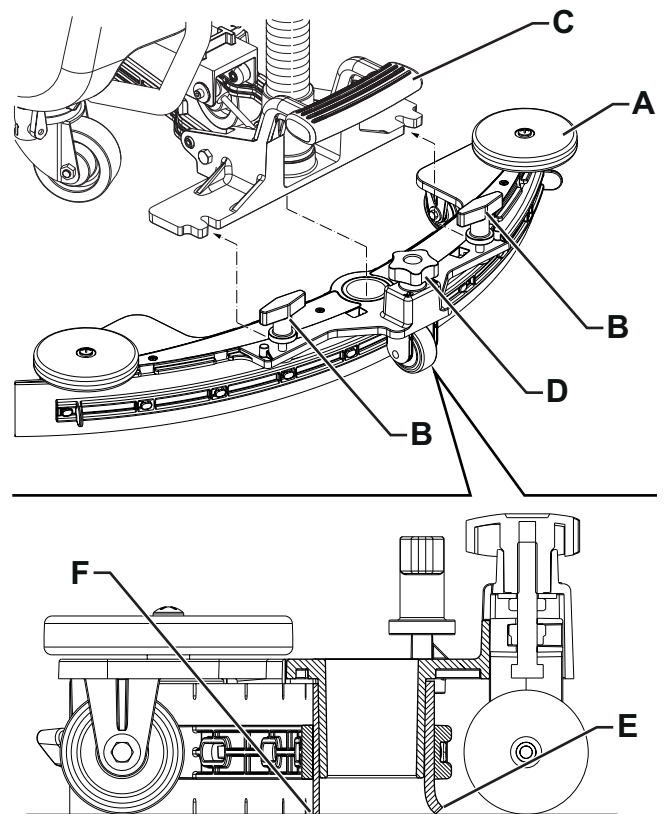

Рис. 4
1. Установите водосборный скребок (А, Рис. 4) и закрепите его на скобах (С) при помощи барашков (В).
2. При необходимости отрегулируйте водосборный скребок с помощью кнопки (D), чтобы задняя (Е) и передняя резинка (F) касались пола, как отображено на рисунке.